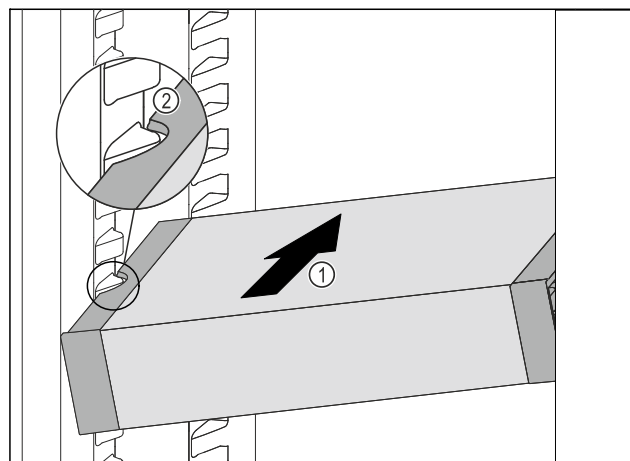

Fig. 139
- Insérer le VarioSafe en biais dans la partie réfrigérateur Fig. 139 (1) jusqu'à ce que les encoches latérales Fig. 139 (2) du VarioSafe se trouvent à la hauteur de la nervure du bac dans la partie réfrigérateur.